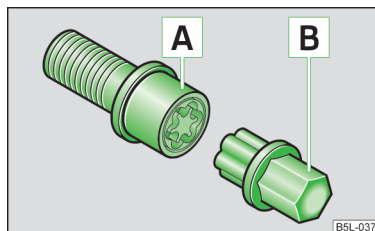

Fig. 146
- Introduceți adaptorul  » fig. 146 cu partea zimțată până la limită pe dantura interioară a șurubului antifurt , astfel încât să se mai vadă doar partea sa hexagonală.